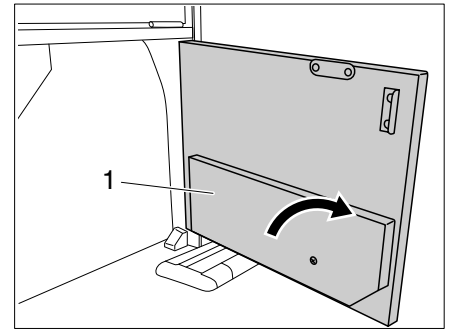

Bild 29 Zugangsklappe Stromversorgung
▷ Das Induktionskochfeld darf nur betrieben werden, wenn die Abstützung (Bild 29,1) ausgeklappt ist.
- Abstützung (Bild 29,1) um 90° drehen.